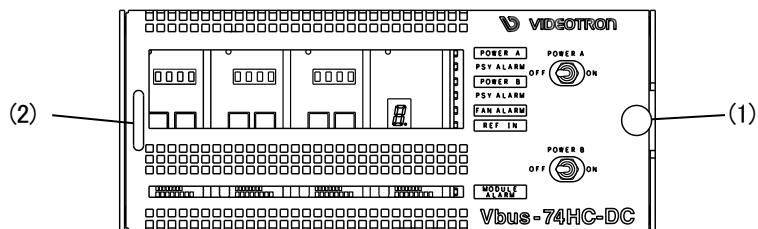

図4-1 前面
(1) 前面パネル固定用ネジ 図4-1(1)を十分に緩め、左側の取手 図4-1(2)を持ちながら前面パネルをゆっくり右斜め手前に引いてカバーを取り外します。